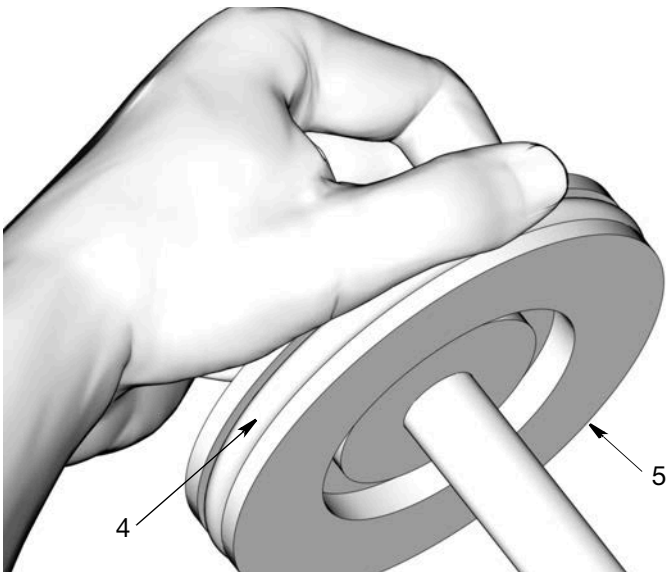

图 33
8. 在活塞密封 (4) 上抹上薄薄一层滑脂。在活塞 (5) 上安装密封，如图 33。